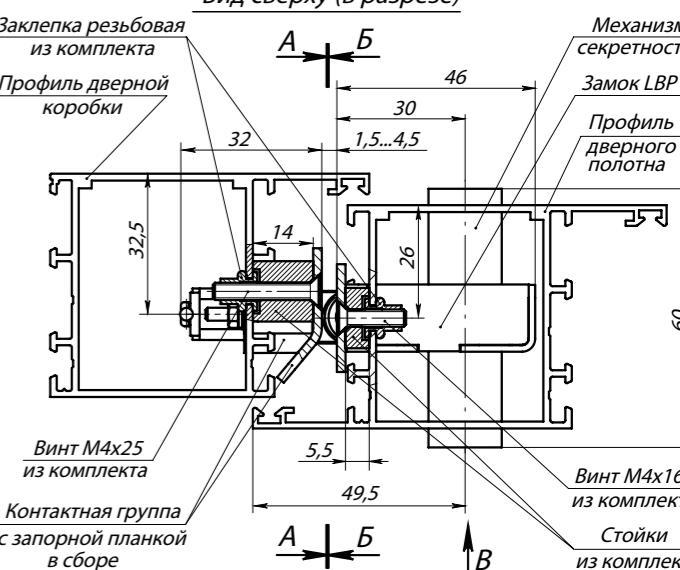

Рис. 3. Замок с контактной группой PERCo-BP2 в сборе (виды А, Б и В изображены на установочных шаблонах)
- профили дверного полотна AGS68_6863, AGS50_5213 и профили дверной коробки: AGS68_6864, AGS50_5215 (ООО «Агрисовгаз»), или аналогичные им по своему сечению (см. рис. 3).
4. Для замка с запорной планкой PERCo-BP2. Установите замок (1) в заранее подготовленный паз в профиле дверного полотна. Подложите под точки крепления замка стойки из комплекта поставки, после чего закрепите замок винтами M4x16 (5) (см. рис. 3).